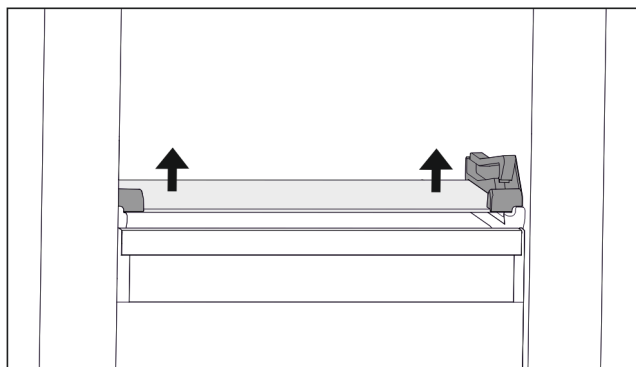

Fig. 63 Skleněná deska odklápěcí zásuvky
- ▶ Vytlačte skleněnou desku zdola na obou stranách nahoru. (viz Fig. 63)